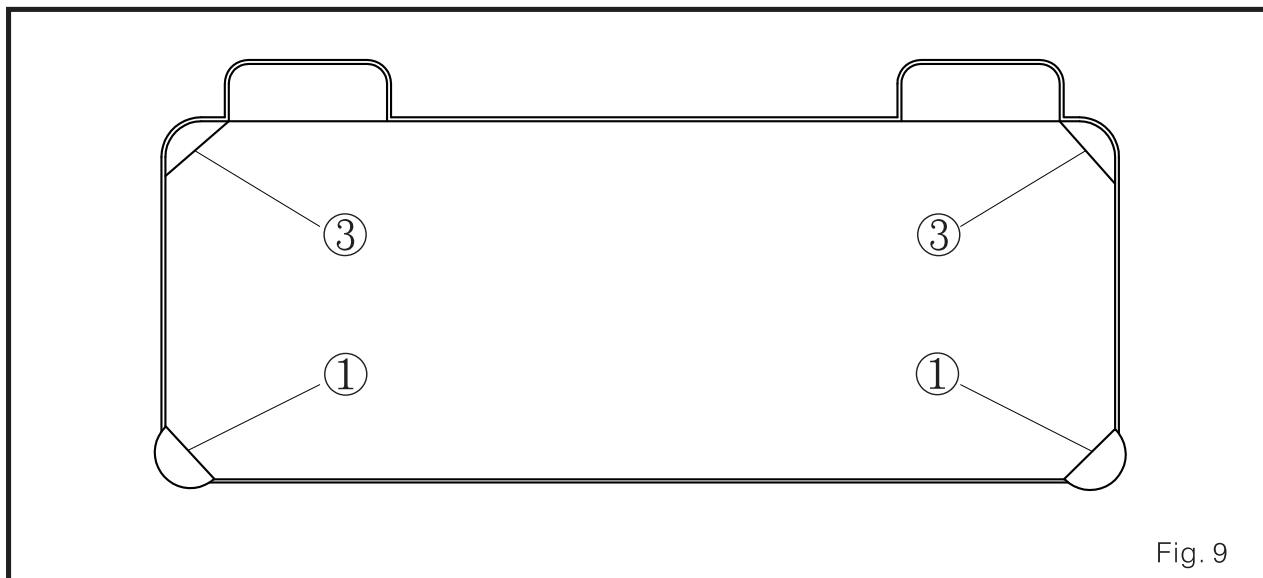

Fig. 9
1. Os cantos do reservatório de óleo devem ser colocados nos quatro cantos na ranhura recortada da mesa da máquina. (Fig. 9)